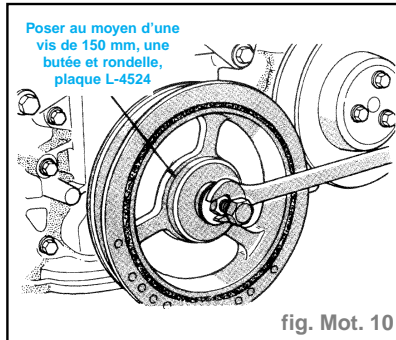

fig. Mot. 10
- Poser l'amortisseur du vilebrequin (fig. Mot. 10).